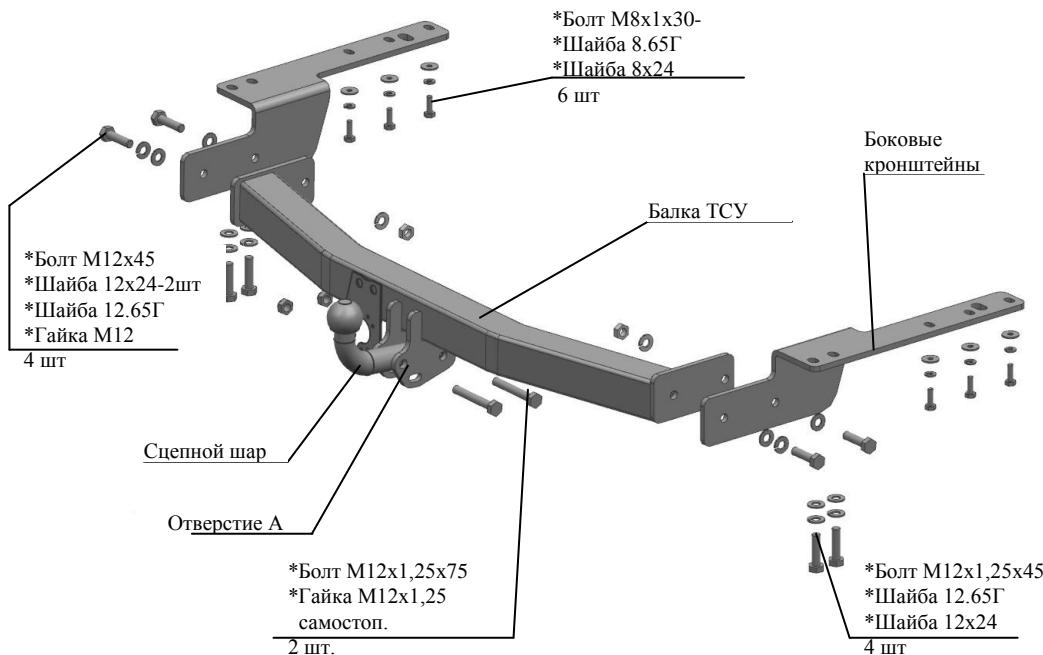

Рис.1 Тягово-сцепное устройство 7810.Ц.
2.1 ТСУ 7810.Ц в сборе (рис.1) 1 шт.
2.2 Пакет с комплектующими (см. рис.1) 1 шт.